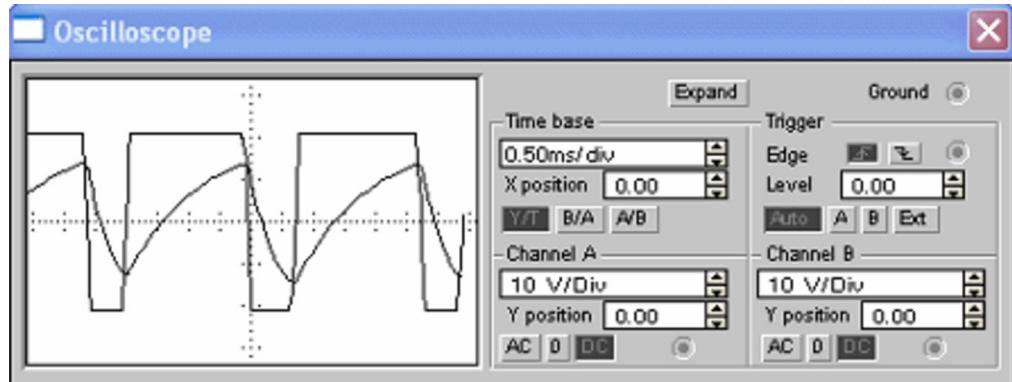

Рисунок 45 – Осциллографы напряжения на конденсаторе и выходного сигнала
4. Развернуть и настроить осциллограф, изменяя чувствительность и длительность развертки. На экране можно наблюдать изменение напряжения на конденсаторе и выходной сигнал (рисунок 45)